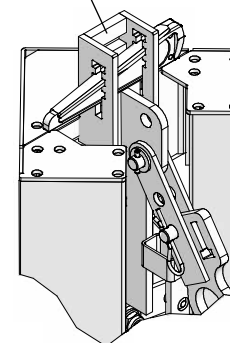

Fig. 35.6 Au moment du bétonnage
1. Insérer la clavette qui est intégrée dans l'angle intérieur décoffrant dans la pièce de couplage pour bloquer l'angle intérieur décoffrant (Point C, Fig. 35.6).
8. Remettre la clavette imperdable en place (Fig. 35.6).